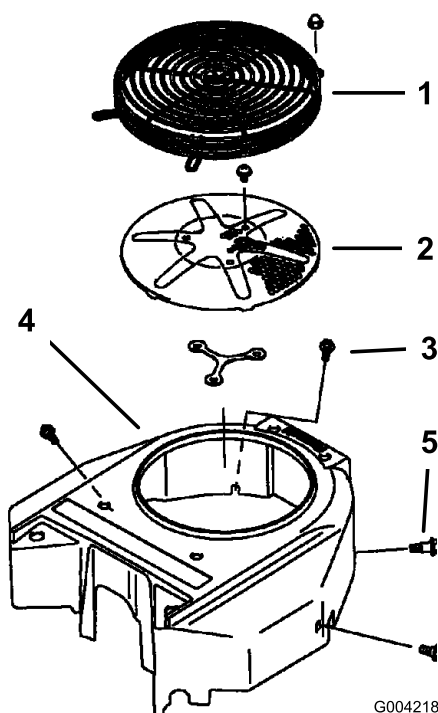

Figure 54
Avant chaque utilisation, enlevez l'herbe, les saletés et autres débris éventuellement accumulés sur la grille du moteur. Cela permet d'assurer un refroidissement et un régime moteur correct, et réduit les risques de surchauffe et de dégâts mécaniques du moteur (Figure 54).
3. Retirez la grille d'entrée d'air, le lanceur et le boîtier du ventilateur (Figure 54).
5. Remettez la grille d'entrée d'air, le lanceur et le boîtier du ventilateur (Figure 54).